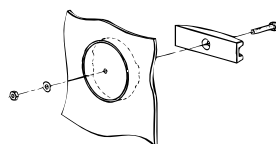

Fig. 2 Fjern røyklukk
4. Løft, ikke tipp, peisovnen til oppreist stilling. Ildstedets plassering avgjør hvilket røyklokk som skal fjernes. Benytt vedlagte spesialverktøy. Se fig. 2: